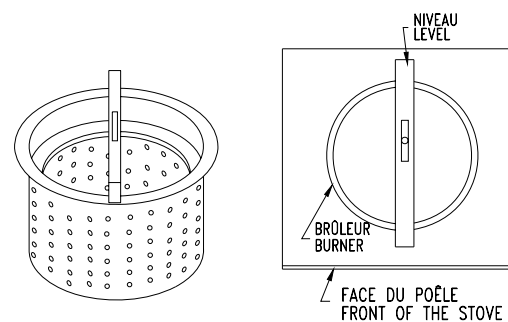

Figure 9B: MISE AU NIVEAU DU BRÛLEUR
- Déplacez ensuite votre niveau de 90° de façon à être parallèle avec les cotés du poêle (Voir figure 9B). Vissez ou dévissez les pattes ajustables de votre appareil jusqu'à ce que le niveau soit atteint. Utilisez une clef de 7/16" ou 10 mm.